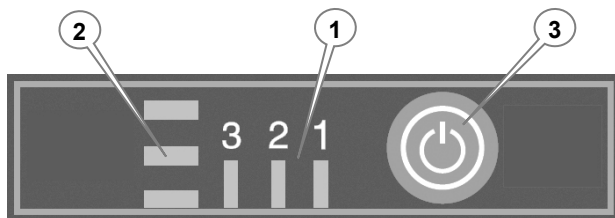

Рисунок 12. Загальний вигляд панелі керування режимом швидкості обертання шпинделя.
1. Рівень зарядження акумуляторної батареї, що підключена до виробу, перевіряється за допомогою індикатора на корпусі акумуляторної батареї (5, рис. 9) або за допомогою індикатора (2, рис. 12).
Щоб оцінити поточний рівень зарядженості акумуляторної батареї за допомогою індикатора виробу, слід натиснути кнопку короткочасного увімкнення індикатора (3, рис. 12) або увімкнути двигун виробу, та визначити рівень зарядженості батареї за станом індикатора (2, рис. 12) аналогічно з використанням індикатора акумуляторної батареї.
Визначення та встановлення режиму швидкості обертання шпинделя здійснюються за допомогою панелі керування режимом швидкості обертання шпинделя (9, рис. 1), (рис. 12).
Інформація про поточний режим швидкості обертання шпинделя відображається за допомогою світлодіодного індикатора (1, рис. 12) під час роботи двигуна або впродовж кількох секунд після натискання кнопки (3, рис. 12): кількість увімкнених світлодіодів/позиція увімкненого світлодіоду відповідає обраному номеру режиму швидкості (див. табл. 2).
Встановлення режиму швидкості обертання шпинделя здійснюється за допомогою кнопки (3, рис. 12) з контролем обраного режиму за показниками індикатора (1, рис. 12).
Після натискання на кнопку (3, рис. 12) по колу обирається режим з більшим на 1 номером від поточного. Мінімальне та максимальне значення заданої швидкості обертання шпинделя виробу обмежені значеннями, що відповідають режимам з мінімальним і максимальним номерами (табл. 2).